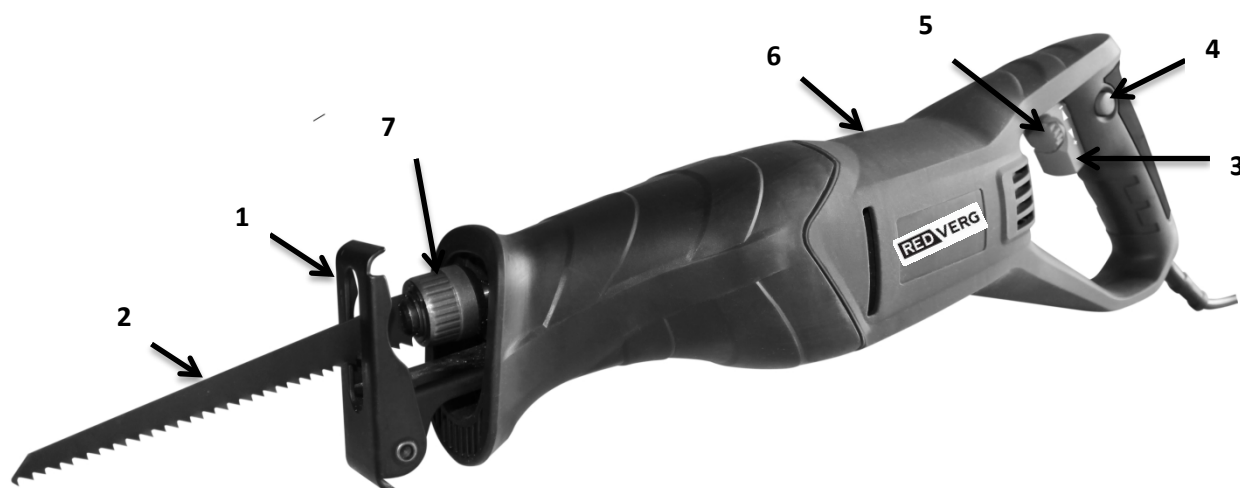

Рис.1
4.1 Общий вид пилы схематично представлен на рис.1.